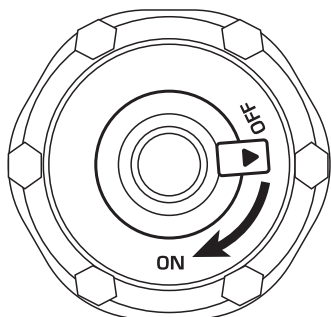

Рис. 13. Открытие клапана вентиляции топливного бака
4. Откройте клапан вентиляции в крышке топливного бака, для чего установите его в положение «ОН» (Открыто) (Рис. 13).
4. Закройте клапан вентиляции в крышке топливного бака, для чего установите его в положение «OFF» (Закрывается) (Рис. 13).